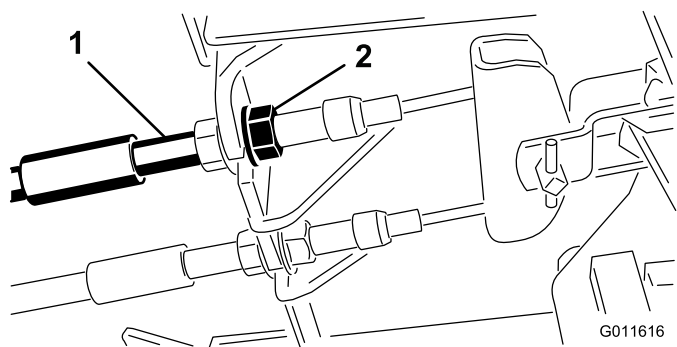

Figure 66
1. Pour réduire la garde aux pédales de frein, serrez les freins en desserrant l'écrou avant sur l'extrémité fileté du câble de frein (Figure 66).